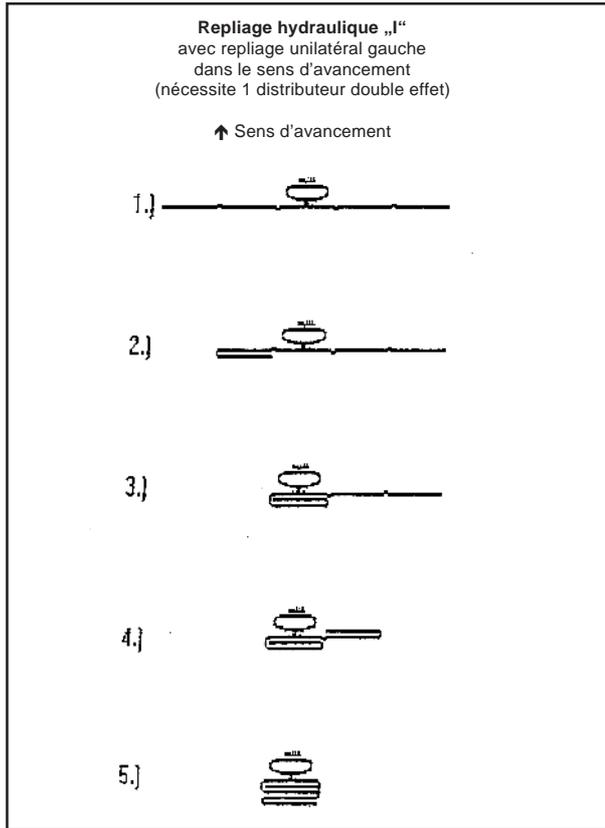

Рис. 10.5
1. **Полностью гидравлический привод штанг “I”**, возможно одностороннее разворачивание слева по ходу движения (рис.10.5) (На тягаче должен быть 1 простой пульт управления и 1 пульт управления с двойным действием).